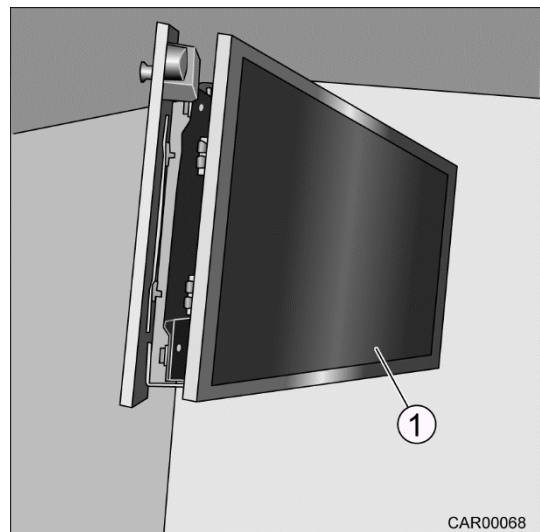

Fig. 152 Système coulissant de l'écran TV dans la chambre
3. Tirer le système coulissant de l'écran TV (Fig. 152/1) en dehors.